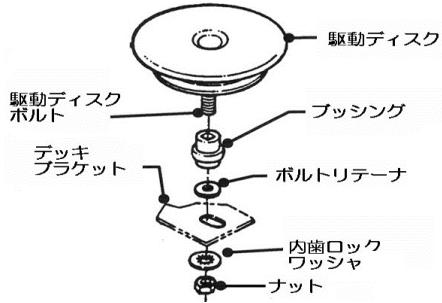

図 6-15
- 駆動ディスクのねじの端部をマイナスドライバーで押えて、ナットと内歯ワッシャを取り外します。(図6-15)